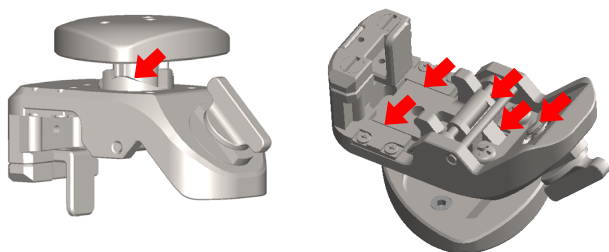

図 18
(4)-3 レトラクターズライドアジャスターⅡについては水性潤滑・防錆保守剤へ浸漬を行うか下図（図 18）矢印部へ潤滑剤を塗布してから滅菌してください。[潤滑不足により固定不良の原因になります]